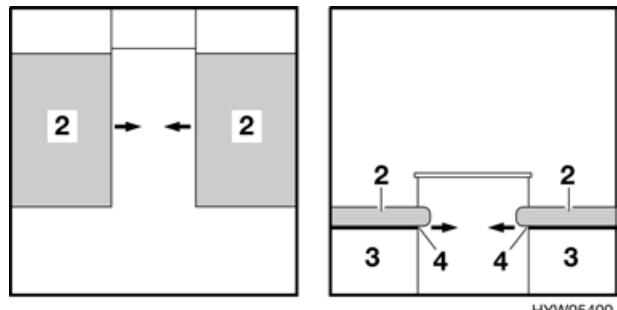

Fig. 46 Durante la trasformazione
- Estrarre il telaio portamaterasso (Fig. 46,4) per l'allargamento del letto sul cassone sinistro e su quello destro.